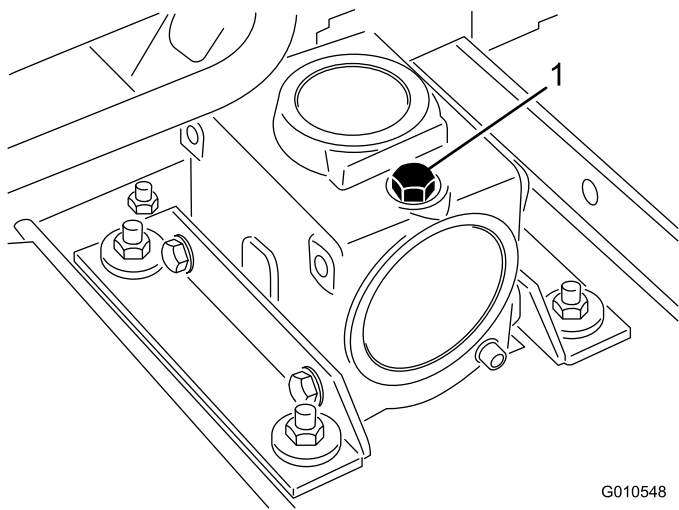

図 24
2. マシンとカッティングユニットを平らな場所に駐車させ、カッティングユニットを降下させる。ギア・ボックスの上部についているディップスティック兼給油プラグ（図 24）を取り、オイルの量が、ディップスティックについている2本のマークの間にあることを確認する。油量が少なければ、SAE 80-90 wt. ギア用潤滑油を 2 本のマークの間まで補給する。容量は 283 ml です。